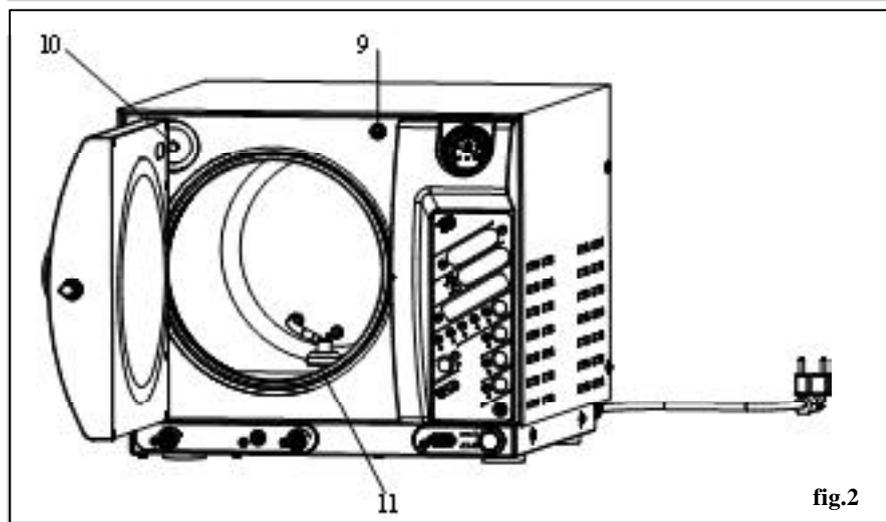

fig.2
- Svitare il filtro **(10** fig.2) facendolo ruotare in senso antiorario aiutandosi con la pressione dei pollici.